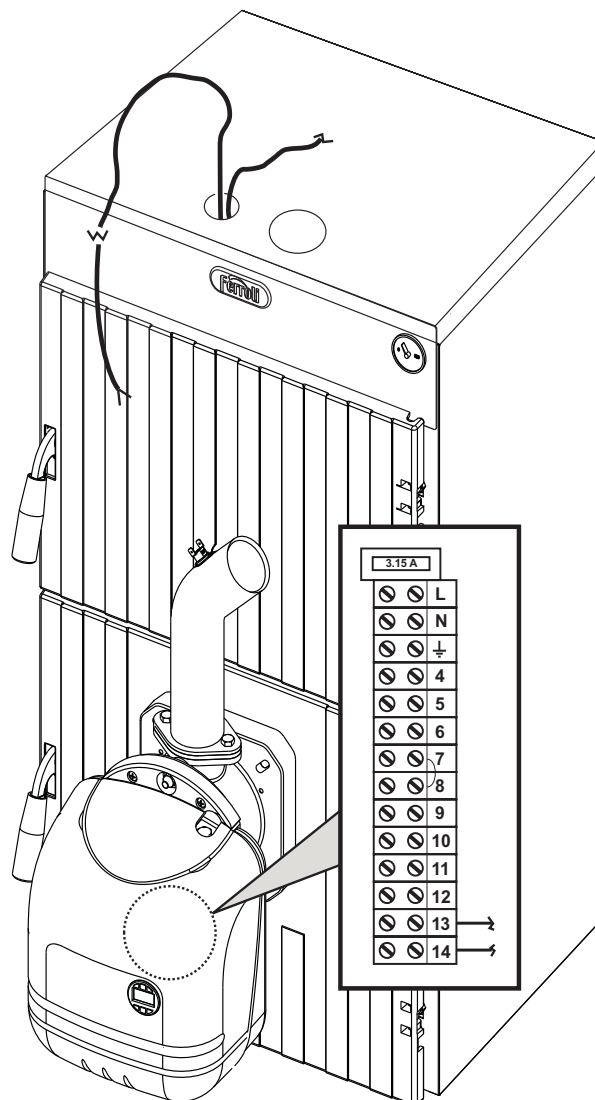

fig. 11
- Posizionare il coperchio caldaia e far fuoriuscire il cavo dal foro come indicato in fig. 11.